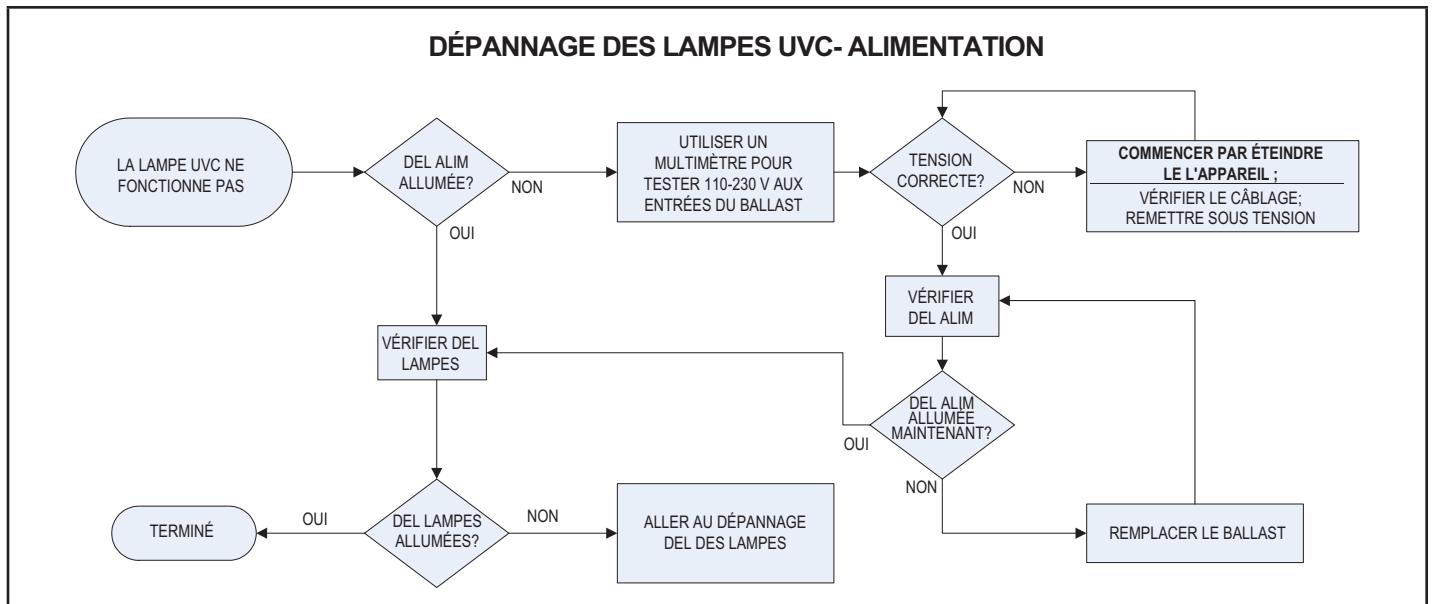
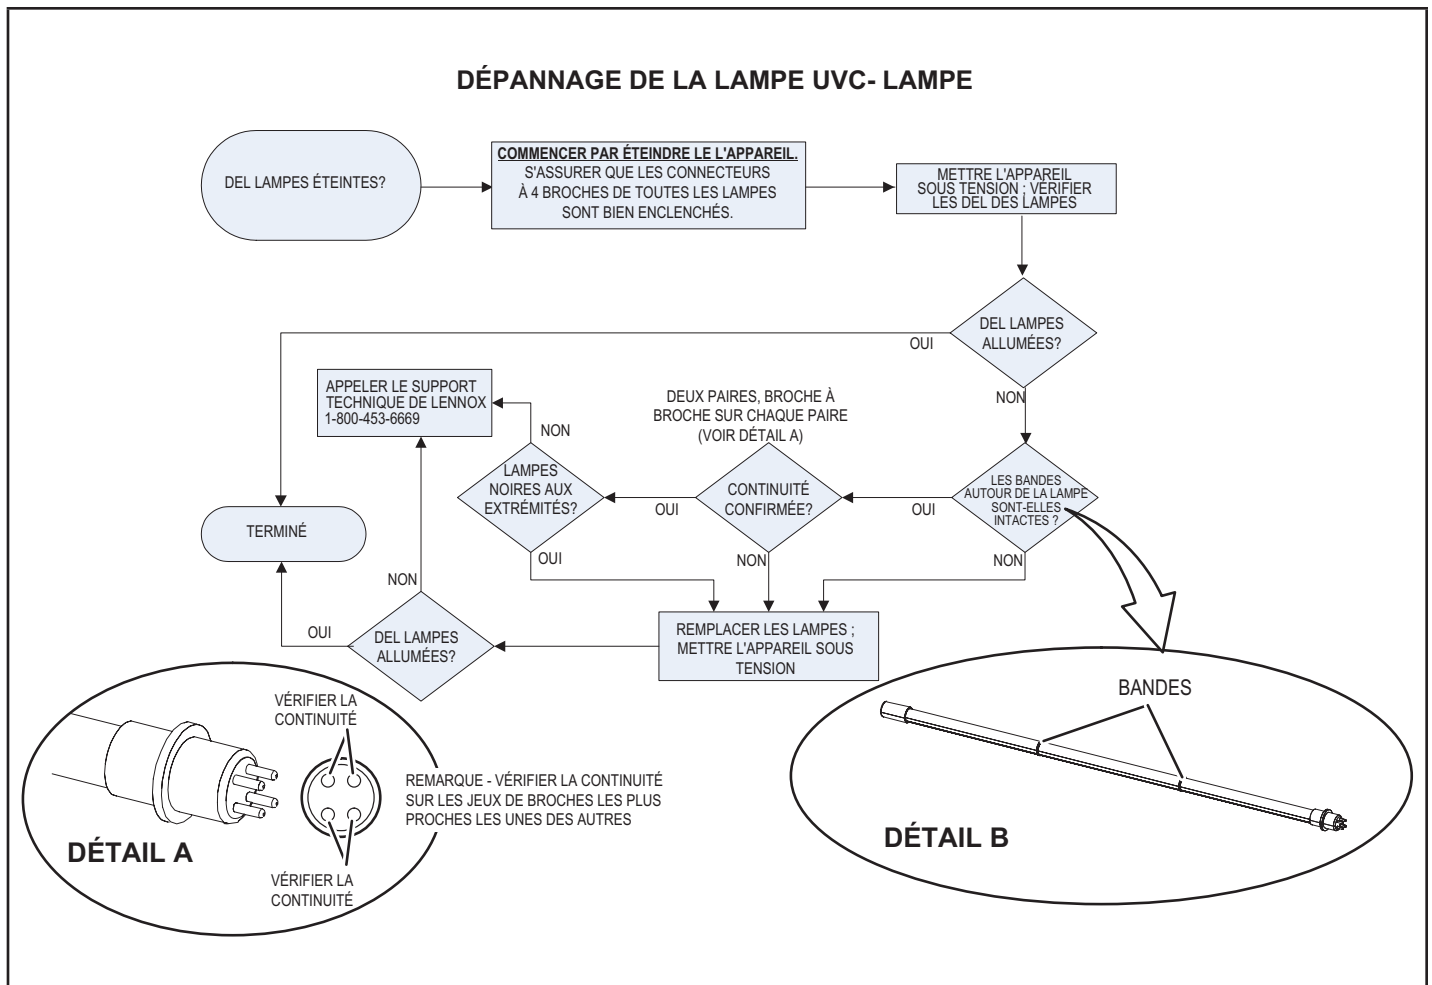

FIGURE 44
FIGURE 45
- 2 - Vérifier la continuité électrique entre les broches de la lampe pour vérifier la continuité des filaments de la lampe (voir FIGURE 45).
Des tableaux de dépannage sont fournis pour aider à déterminer la cause des problèmes rencontrés (FIGURE 44 et FIGURE 45).